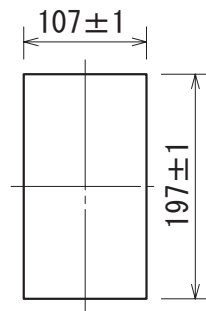

図5 パネルカット寸法図
(2) パネル埋込式の取付方法
- ① パネルに図5のように角穴をあけてください。